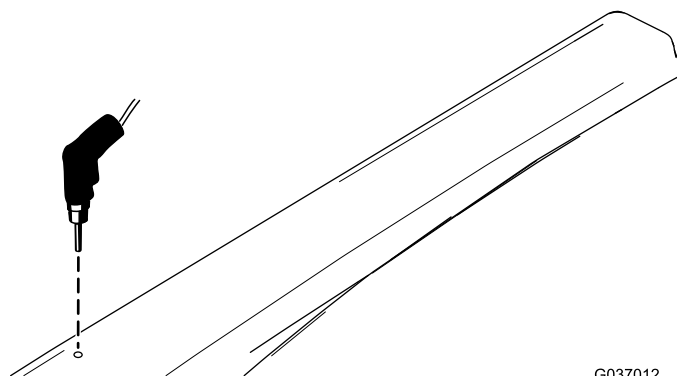

Bild 13
14. Verwenden Sie das Loch an der Oberseite der Dachstützhalterung als Bohrschablone und bohren Sie ein Loch mit 7,9 mm Durchmesser auf jeder Seite des Sonnendachs (Bild 13).